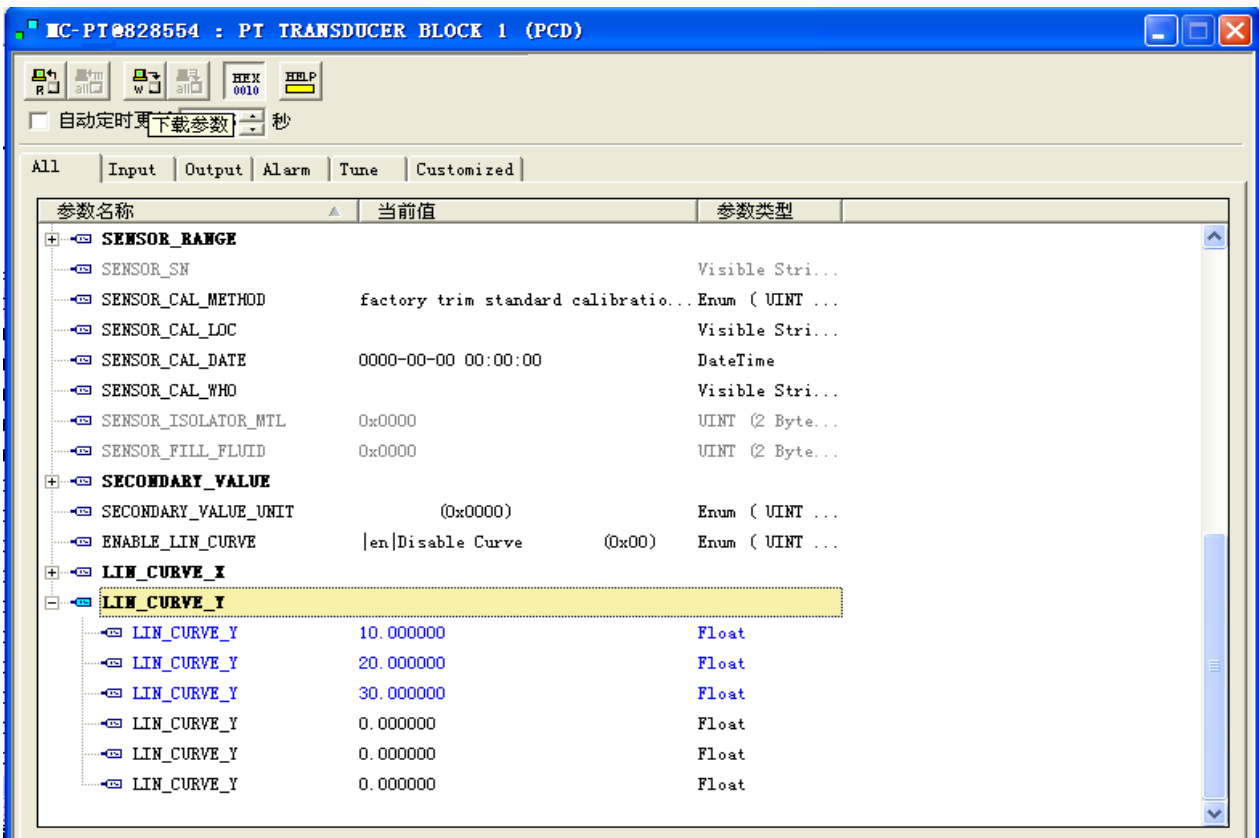

图 6.4 LIN_CURVE_Y 的配置
- 1) 智能变送器提供 6 个校正点输入,即变换块的参数 LIN_CURVE_Y 数组,用户可以依次将要校准的压力值写入数组并选择好单位。例如,在进行三点插值校准时,用户选择 10 kPa, 20 kPa, 30 kPa 作为校准点,将这三个值依次写在 LIN_CURVE_Y 数组里,如图 6.4 所示。